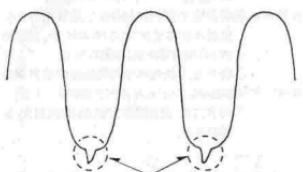

图13
- 步骤: ①用空白磁带录SECAM制彩条信号;
②将示波器连接IC851-11脚;
③调节T851,使“A”位于波谷,如图13所示。